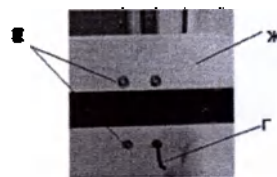

рис. 35
4) Регулировка высоты заднего упора для таза (рис. 35)